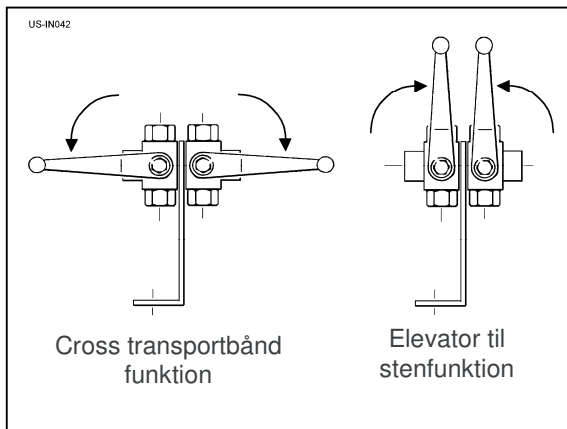
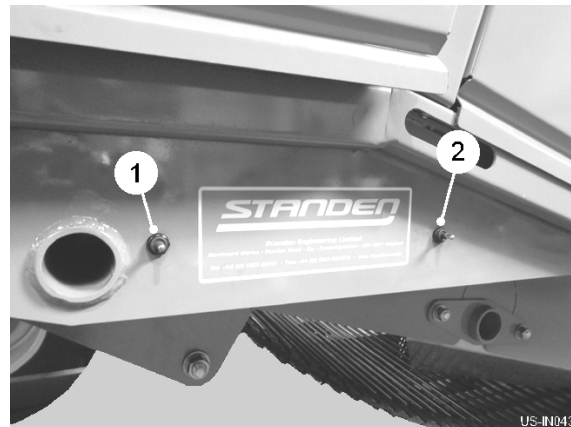

Fig 16
Fig 17
Stenelevatorfunktionen vælges ved at nulstille de to manuelle ventiler (see fig 16) bag den tredje LH-beskyttelsesdør. Hævning / sænkning af transportøren styres af de to eksterne kontakter (item 1 & 2, fig 17) på RH-siden af maskinen.
For at folde staneliften ud skal ventilhåndtagene indstilles som vist (see fig 16).
Nulstil ventilhåndtagene til 'tværtransportørfunktion' (see fig 16). Ved hjælp af afbryderne (item 1 & 2, fig 17) skal du forsigtigt flytte tværtransportøren sidelæns for at lukke mellemrummet mellem transportøren og stenelevatoren. Sørg for, at flyvningerne ikke kommer i kontakt med tværbåndet, når de kører.
Til sidst nulstilles ventilhåndtagene til 'elevatorfunktion' (se fig. 16) for at forhindre utilsigtet at flytte tværtransportøren ind i elevatoren under arbejdet.